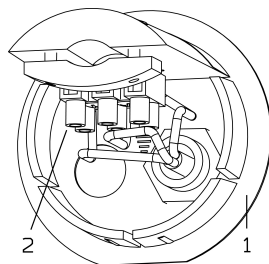

Рис. 3. Крышка с клеммником.
8.4. Подключить питающие провода к клеммнику (рис. 3), соблюдая условия: